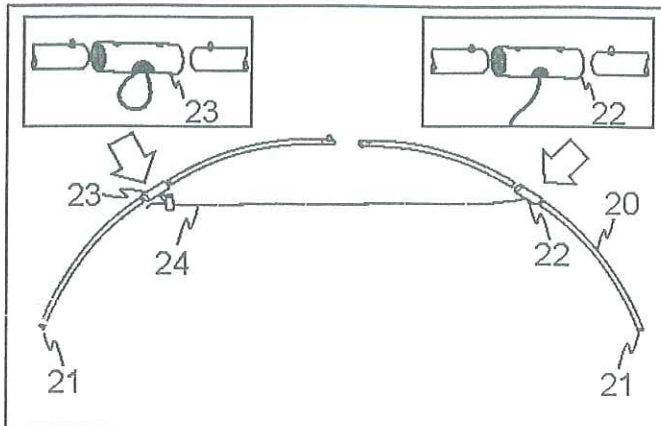

Abb. 4.1
#### Schritt 4: Zusammensetzung der Bögen (Abb. 4.1)
Ein Bogen besteht aus vier Bogenteilen (20), die mittels Verbindungshülsen (22) und (23) zusammengesetzt werden. Zwei Bogenteile (20) davon haben eine schwarze Endkappe (21) (Abb. 4.1)
- Hülsen (23) mit der Lasche oder dem Verbindungsseil (22) in die Bogenteile mit der schwarzen Endkappe (21) einstecken.
- Ein kompletter Bogen besteht aus einer Verbindungshülse mit Lasche (23) und einer Hülse mit Verbindungsseil (22) wie abgebildet (Abb. 4.1).